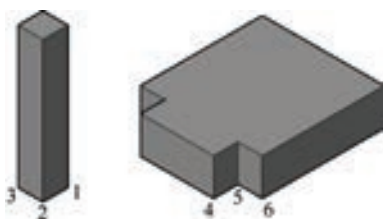

图 9-110 已存在的两个实体模型
1) 打开随书光盘“CH9”文件夹中的“BD_三维对齐.dwg”文件，文件中已经存在着的两个实体模型如图 9-110 所示。